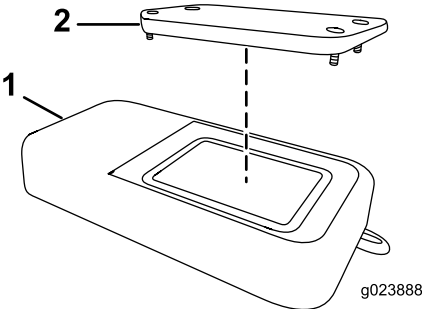

Figure 56
2. Déposez le couvercle (Figure 56).